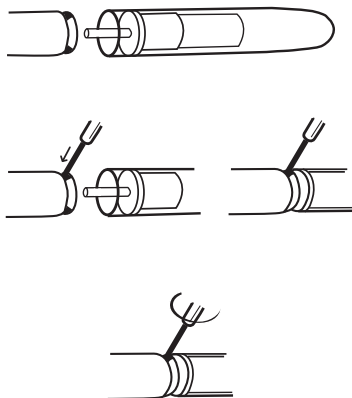

Figura 3. Applicazione delle punte alla protesi Dura-II
6. **Assemblaggio della protesi** – Il corpo cilindrico può essere utilizzato indifferentemente nei due sensi, ovvero le punte prossimale e distale possono essere applicate all'una o all'altra estremità. Per montare le punte sui corpi cilindrici, usare la chiave a brugola acclusa e **stringere saldamente le viti** (vedi Figura 3). Inserire completamente il perno nell'apposita sede all'estremità del corpo cilindrico. Mantenere in posizione la punta mentre si serrano le viti con la chiave a brugola. Quando tutte le viti sono fissate stabilmente, continuare a ruotare la chiave fino a quando non si flette leggermente.